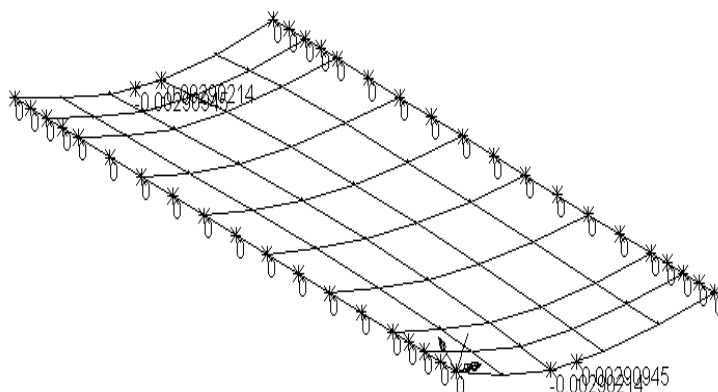

Fig. 50
- pe ecran este afișată deformată structura și valorile extreme ale deplasărilor pe direcția axei Z pentru cazul activ de încărcare (fig. 50)